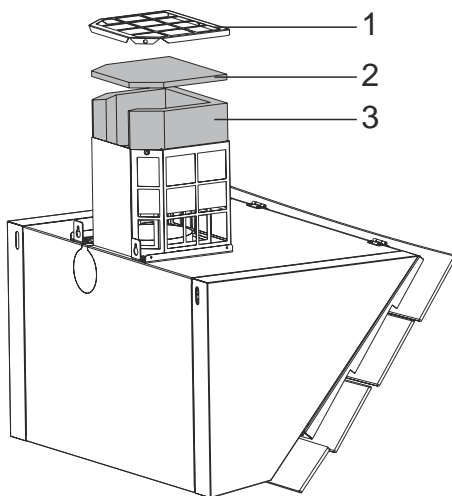

Fig. 12
- Ta bort topplattan på kolfilterkabinettet för att komma åt de tvättbara kolfilterkuddarna (Fig. 12).
- Ta nu ut de tvättbara kolfilterkuddarna (Fig. 12).